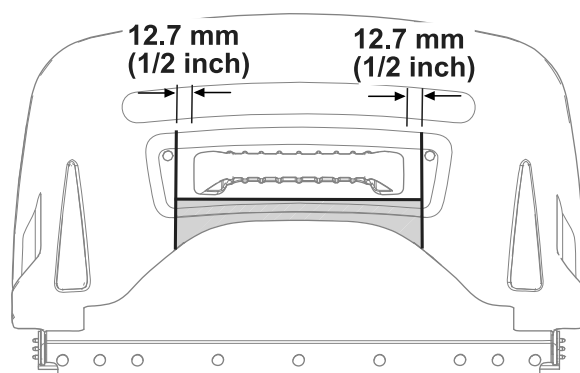

Figura 17
- Utilizando a pega do cesto instalado como modelo, marque uma linha paralela adjacente à face frontal da pega (Figura 17).
- Meça 12,7 mm de cada lado da pega e marque duas linhas que sejam perpendiculares à linha que fez no passo 1 (Figura 17).
- Utilize as linhas marcadas para reduzir a área sombreada como se mostra na Figura 17.